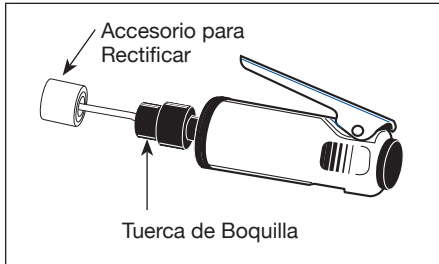

Figura 2
1. Introduzca el extremo del accesorio para rectificar dentro del orificio de la boquilla (Vea la Figura 2).